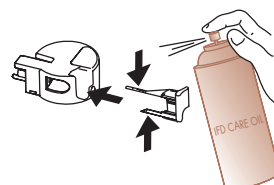

fig. 7
- pièces internes du curseur (dans les modèles qui en sont équipés) (fig. 7)